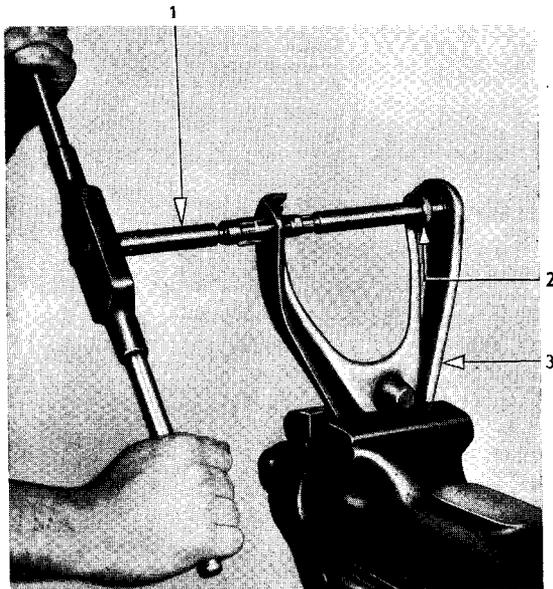

Bild 38 – Bohrung im oberen Lenker ausreiben
- b) Bohrung mit Reibahle (38/1) und Führungsbuchse (38/2) entsprechend Bild 38 ausreiben.